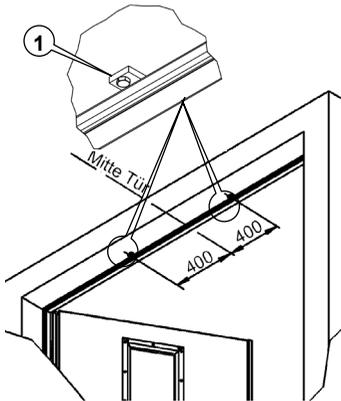
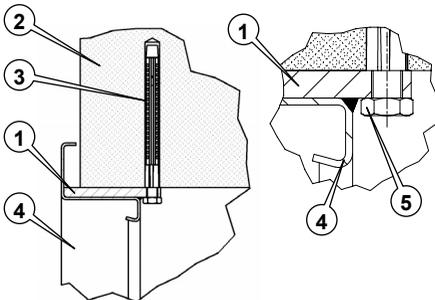

Abb. 116: Befestigung der Oberzarge am Türsturz (Beispiel)
Abb. 117: Einbau und Befestigung der Flachstähle (Beispiel)
2. Flachstähle (1) wie in der Abb. 117 gezeigt zwischen Türsturz (2) und Oberzarge (4) bis zum Anschlag an die Oberzarge einschieben.
3. Flachstähle (1) wie in Abb. 117 gezeigt an die Oberzarge anschweißen. Dabei die in Abb. 116 angegebene Abstände einhalten.
4. Dübelbohrung D (Ø10) im Bereich der Flachstähle (1) in den Türsturz (2) einbringen.
8. Dübel (3) einsetzen, Schraube 8x60 (5) durch den jeweiligen Flachstahl (1) stecken, in Dübel einschrauben und mit geeignetem Werkzeug fest anziehen.